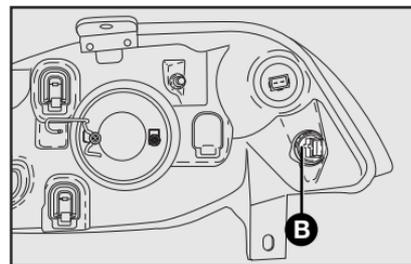

fig. 40
- 2) retirar el portalámparas **B-fig. 40** girando en sentido antihorario;